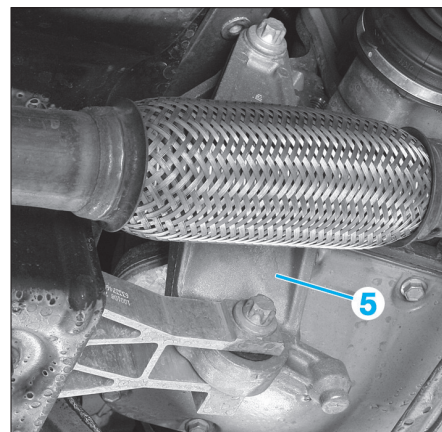

Fig. 6
- Déposer le support du tirant antibasculement (5) (Fig.6).